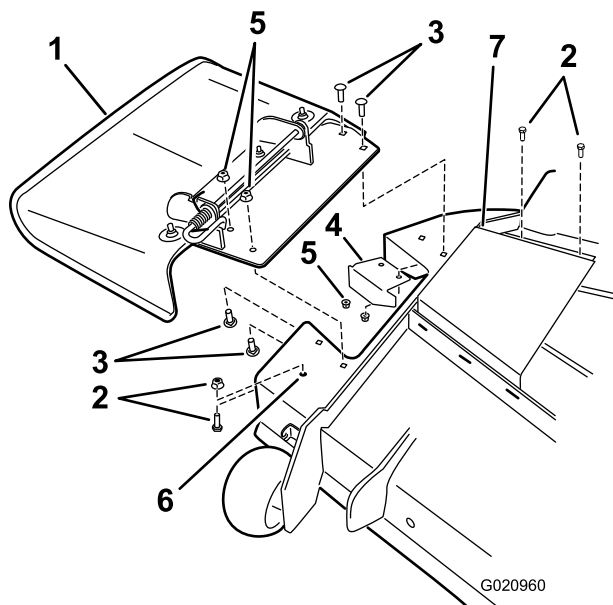

Figura 1
2. Retire los pernos de la cubierta de la correa de la derecha (Figura 1).
4. Retire los herrajes que sujetan el conjunto del deflector y la placa deflectora existente a la carcasa (Figura 1). Guarde todas las fijaciones.
5. En carcasas de corte de 54 pulgadas solamente, retire las fijaciones que taponan el taladro delantero (Figura 1).